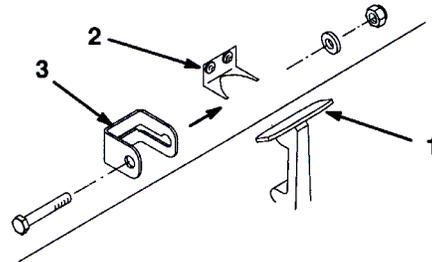

図 4
- フード・ラッチ・ブラケットからフード・ラッチを外す (図4)。
- フード・ロックをラッチに合わせて入れる (図4)。
- フード・ラッチ・ブラケットにラッチを入れる (図4)。
- ボルト (1/4 x 1-1/2 in) を、フード・ロック・ブラケットを通して挿入し、平ワッシャとロックナットで固定する (図4)。